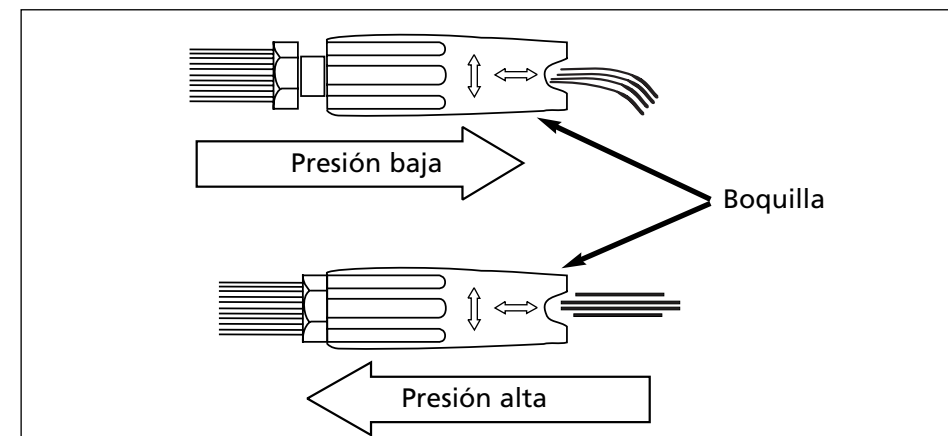

Figura 15 - Ajuste de la boquilla para regular la presión
3. Coloque la mano alrededor de la sección final de rociado de la lanza (la sección que gira de izquierda a derecha). Tire firme y rápidamente hacia afuera. **(NOTA:** No ajuste la lanza mientras está rociando.) La lanza se extenderá 1/2" y quedará en presión baja (vea la Figura 15). El jabón sólo se puede succionar a baja presión.